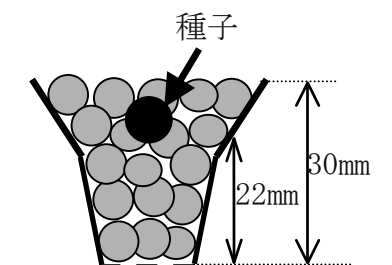

図3 播種位置
- 2) 播種は、トレイ内に培地を 22mm の厚さに投入した上に行い、8mm の厚さで覆土する（図 3）。